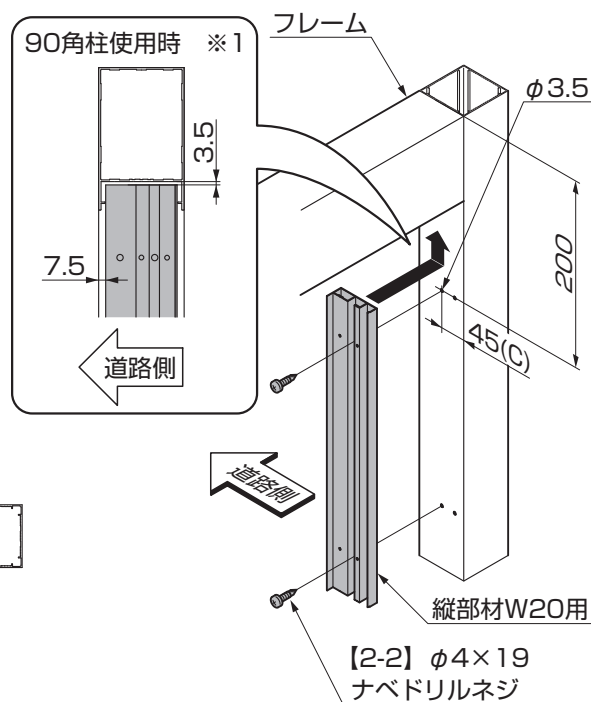

図4-5 フレーム付け仕様の場合
- 柱にスクリーンを任意の位置に取付ける場合は、図4-5のように仮止め用の穴をあけてください。(W15、W20共通)